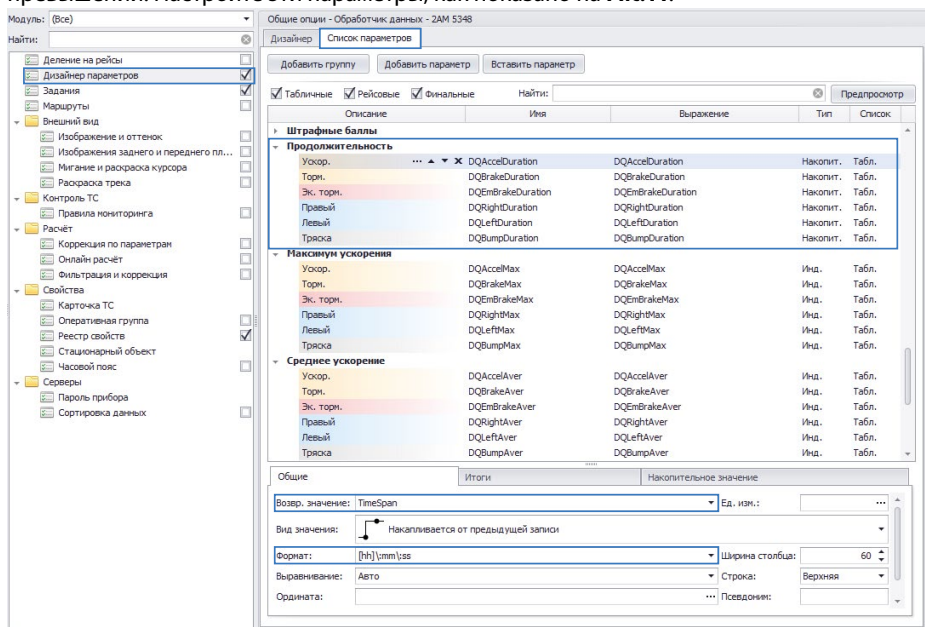

Рис.11. Добавление параметров для получения значений продолжительности нарушений.
- Аналогичным образом добавьте параметры для получения продолжительности превышений. Настройте эти параметры, как показано на Рис.11.
Для включения контроля качества вождения установите галочку напротив настройки «Включить контроль качества вождения» (Рис.11).